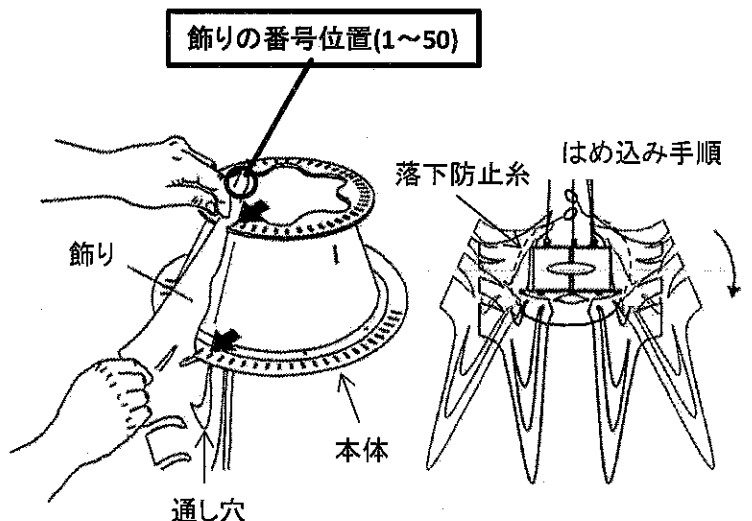

図.1
9. 飾りについて番号(1~50)順に、本体へ1番の飾りから時計回りにて取り付けてください。(図.1)